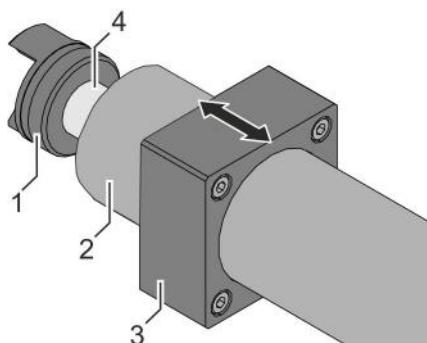

Fig. 26 : Montage de l'arbre de synchronisation
6. Faire glisser successivement sans les fixer les composants suivants sur le tube en acier (Fig. 26 /4) :
- 2 moyeux de serrage (Fig. 26 /1)
- Tube de protection (Fig. 26 /2)
- 2 brides d'adaptation (Fig. 26 /3)
7. Positionner le tube en acier (Fig. 26 /4) avec les composants non fixés entre les moyeux à vis des deux unités linéaires.